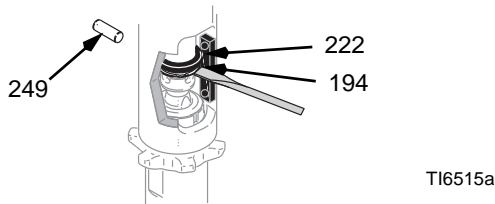
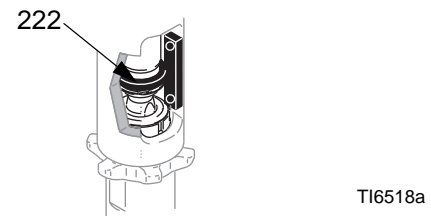

FIG. 12
FIG. 15
4. FIG. 12. Empurre o anel magnético (222) para cima. Empurre a mola retentora (194) para cima. Retire o pino (249).
2. FIG. 15. Puxe o cabo de arranque do motor lentamente até que o orifício do pino da biela do pistão fique alinhado com o orifício do cilindro hidráulico. FIG. 12. Introduza o pino (249) no orifício. Empurre o anel magnético (222) para baixo. Empurre a mola retentora (194) para a ranhura.